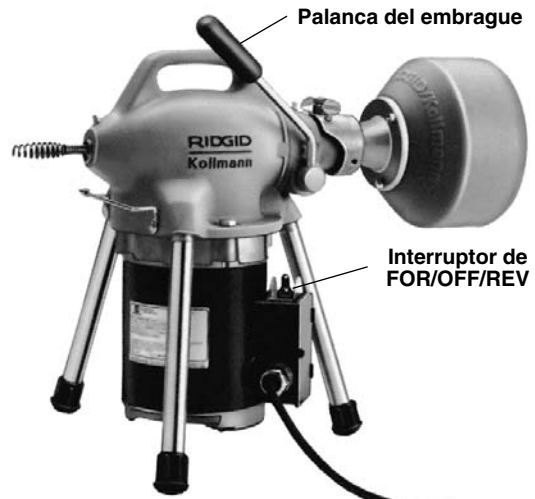

Figura 1 – Limpiadoras de desagües K-50
1. Asegure que la máquina limpiadora esté desenchufada y el interruptor direccional esté en la posición de OFF (Figura 1).